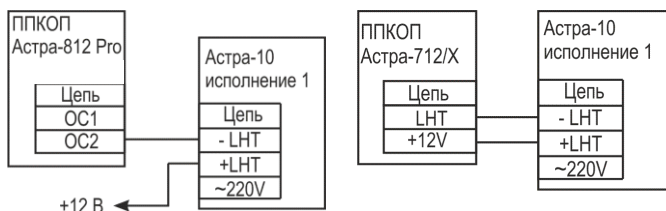

Рисунок 3
- к ППКОП "Астра-812 Pro" - рисунок 3,